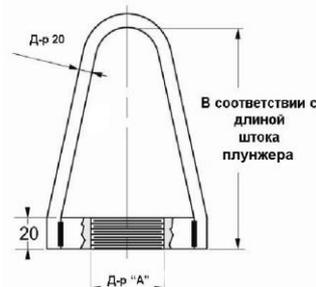

Рис.1 Проушина для поднятия крышки
- Снимите гайки фланца сальника (2), фланец сальника (3) и втулку сальника (5).
- Убедитесь в том, что конец штока (1) очищен и при снятии крышки (11) проскользнет через сальник.
- Снимите гайки шпилек корпуса (9) и шайбы (7).
- Завинтите цельную проушину на резьбовой конец крышки (11) и поднимите крышку вертикально.
*Примечание:* Проушина может быть изготовлена из шлицевой гайки крышки с приваренным к ней стальным прутком диаметром около 20 мм, имеющей достаточную длину для того, чтобы разместить шток клапана (см. рис. 1).
- При необходимости извлеките кольца сальника (6) из крышки.
- Извлеките прокладку корпуса (14). Извлеките узел плунжера и штока (12-1) из клетки (17) (если он не был снят вместе с крышкой).
- Извлеките клетку (17) из корпуса.
- Извлеките пакет (19), седло (21) и прокладки (15 и 22) из корпуса.